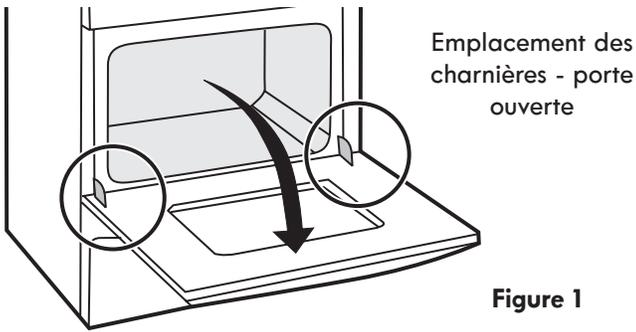

Figure 1
1. Ouvrez la porte complètement (horizontale au sol - Figure 1).
3. Ouvrez la porte du four complètement (horizontale au sol - Voir figure 1).